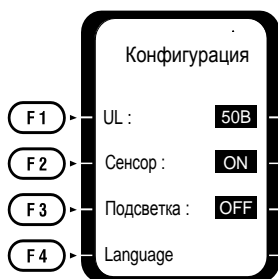

Рис.10
2. На индикаторе отобразится дисплей конфигурации (Рис.10).